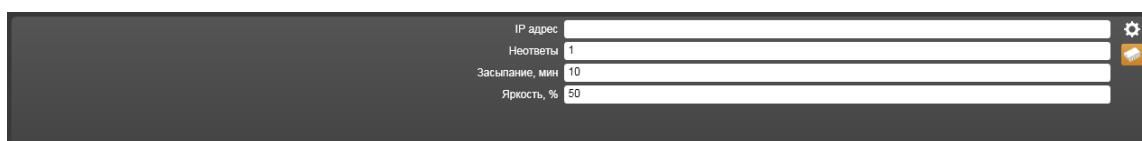

Рисунок 14.14.16 – Свойства устройства Групповой контроллер
2) **Групповой контроллер** (Рисунок 14.14.16).